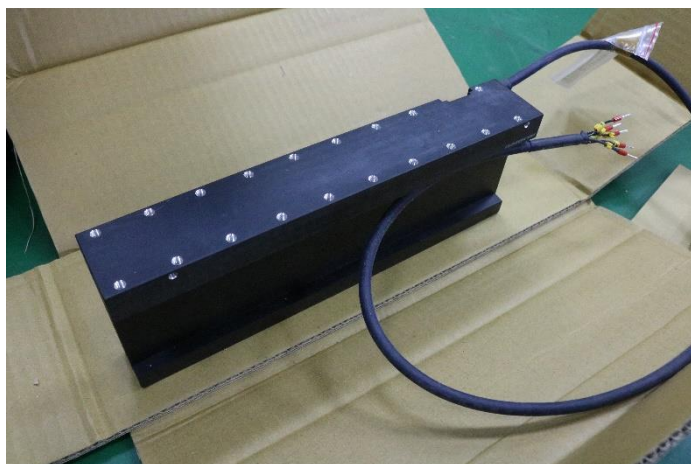

図4.1.2.1.2 内箱を取り出し、押えを取り外します
- (1) 清潔なワイピングクロスにアルコール（95%工業用アルコール）を浸し、設置面を清掃してください。(図4.1.2.1.3参照)